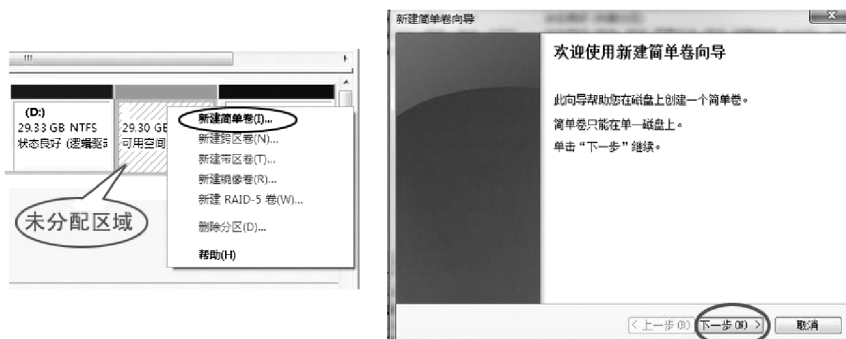

图 3-99 “磁盘管理”界面和“新建简单卷向导”界面示意图
2) 在出现的“磁盘管理”界面中用鼠标右键单击“硬盘上未分配的区域”，在出现的菜单中单击“新建简单卷”命令。会出现“新建简单卷向导”界面，然后单击“下一步”按钮，如图 3-99 所示。